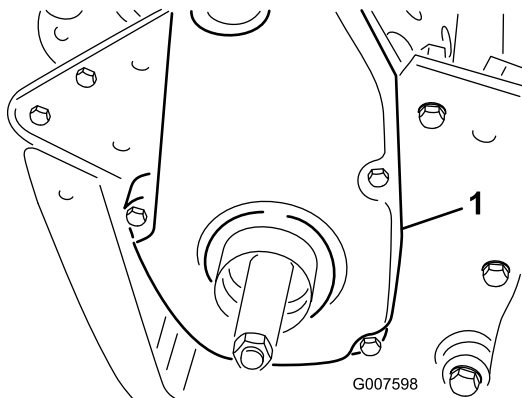

Bild 47
6. Nehmen Sie die hintere Riemenabdeckung rechts an der Maschine ab (Bild 47).